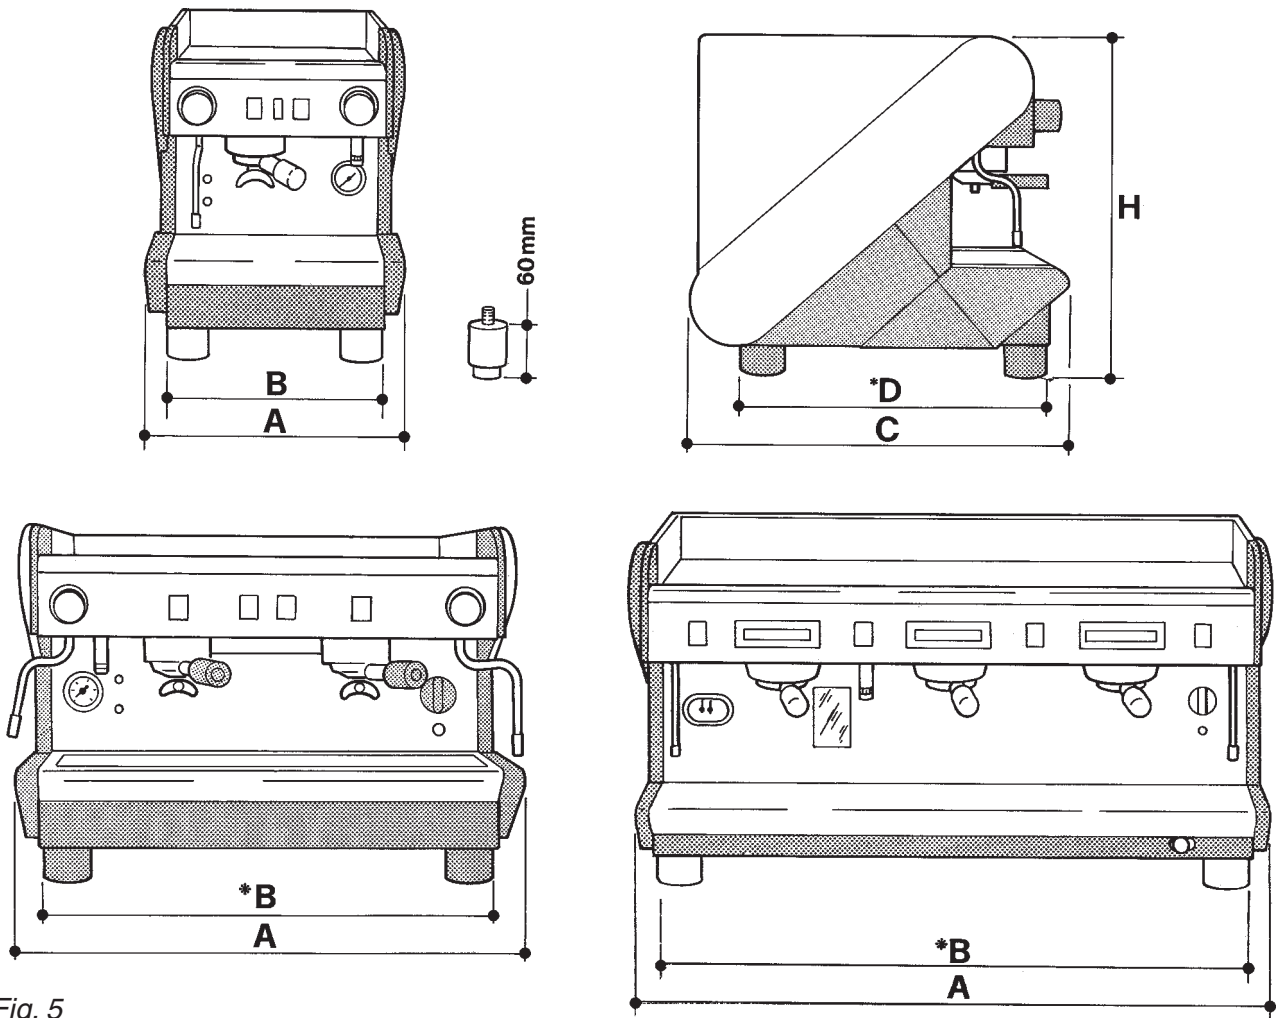

Fig. 5
6.1.1. Wasser- und Gasanschluß Abb.5